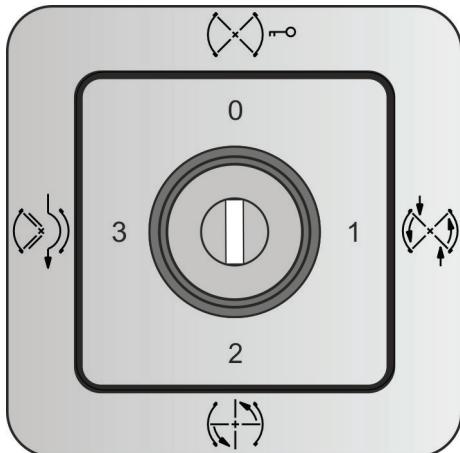

Рис. 52 Переключатель программ
3. Установить переключатель программ (рис. 52) в положение $\textcircled{X} \text{--} \textcircled{O}$ «Off» (Выключено).
4. Подождать не менее 3 секунд и перезапустить карусельную дверь с помощью переключателя программ (рис. 52).